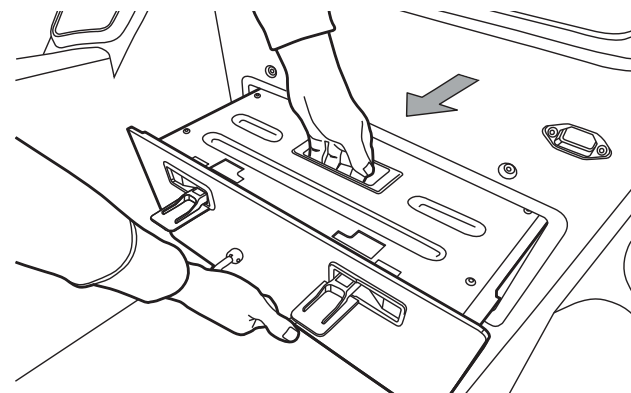

Figura 38: Estrazione del modulo batteria dal Patroller SE-3
4. Afferrare la maniglia anteriore e superiore del modulo batteria (**Figura 38**). Estrarre completamente il modulo batteria.